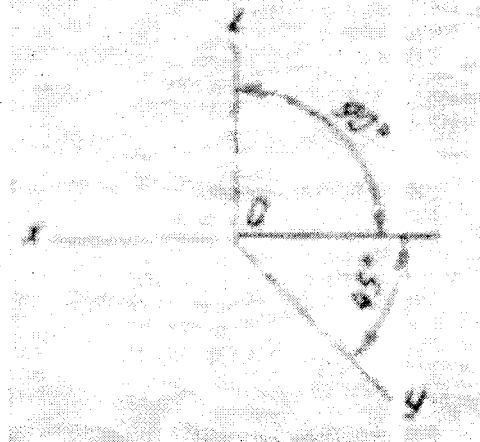

Рисунок 6
1) Проводимо аксонометричні осі (рисунок 6)